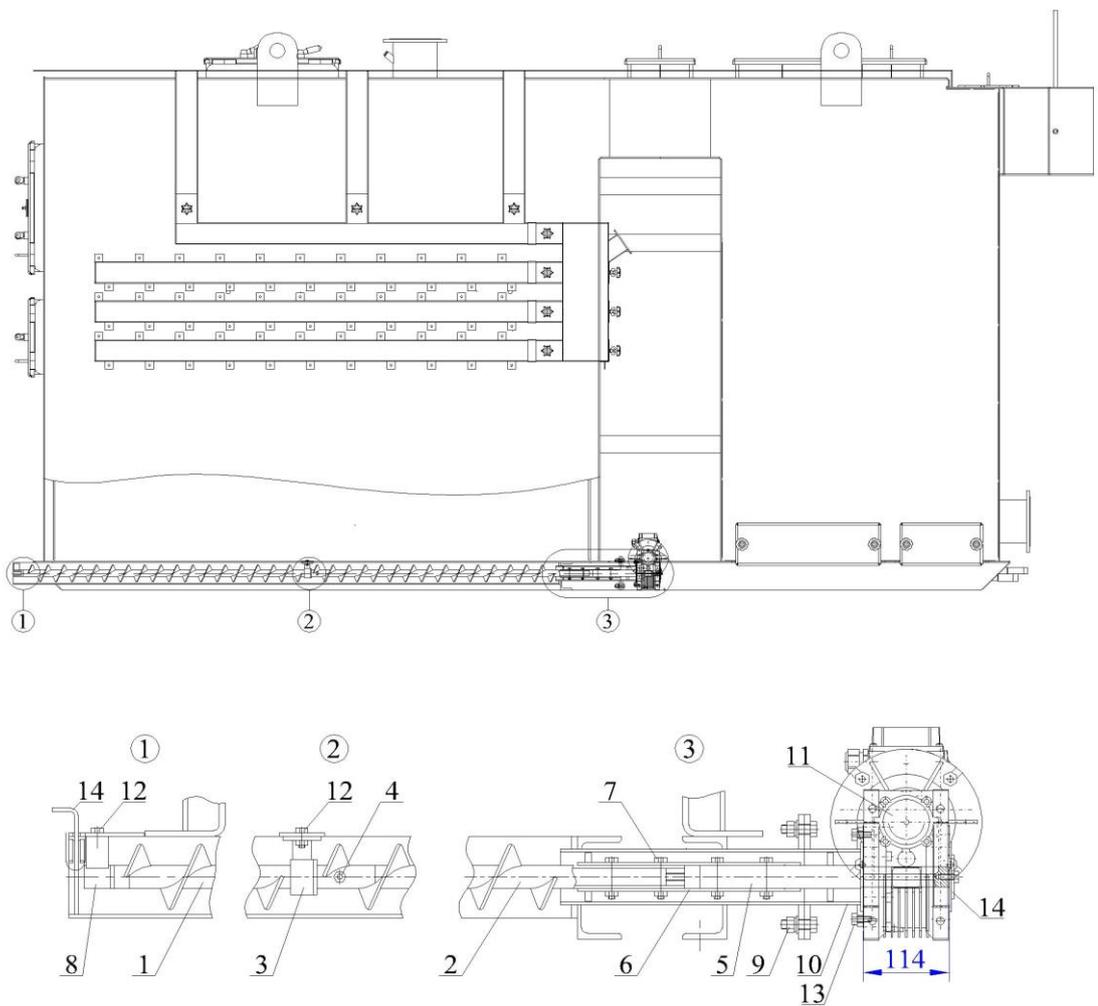

Рис.13 Схема монтажа системы золоудаления
Монтаж системы золоудаления (Рис. 13) включает в себя установку рабочего органа (винта) в корпус (желоб) шнека, который приварен к днищу топки котла и закреплен приводом - червячного редуктора мотор-редуктора.
5. Установить собранный рабочий орган в корпус шнека начиная с фронта котла таким образом, чтобы цапфа редуктора "5" выступала за вставку "10" на 114 мм (см. Рис. 13).